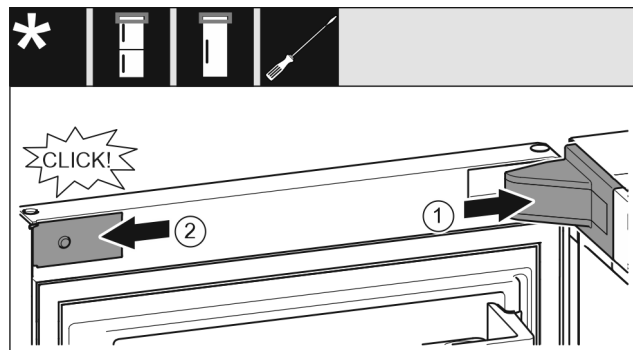

Fig. 24
▶ Lagerbockabdeckung Fig. 24 (1) aufsetzen und einrasten, ggf. vorsichtig auseinanderdrücken.
▶ Blende Fig. 24 (2) seitlich ansetzen und einrasten.